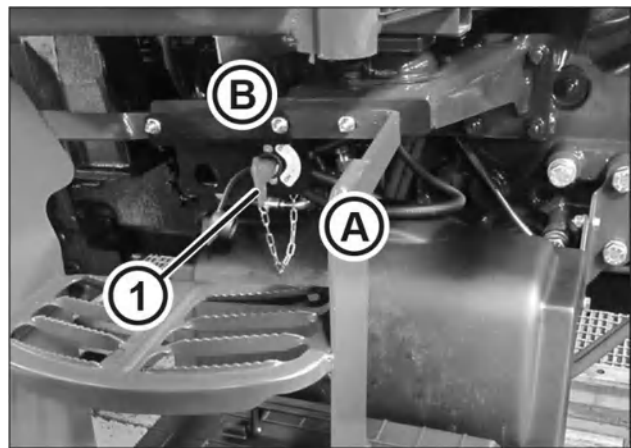

Рис. 8-1
При использовании необслуживаемой аккумуляторной батареи (1 — рис. 8-1) обычно не требуется часто проверять уровень электролита и заряда.
1. Поверните выключатель аккумуляторной батареи (1 — рис. 8-1) против часовой стрелки в положение «аккумуляторная батарея выключена» (В).
2. Снимите стопорный палец (2) и ящик для инструментов (3). Снимите фиксаторы (4) и защитный кожух, чтобы получить доступ к аккумуляторной батарее (1).